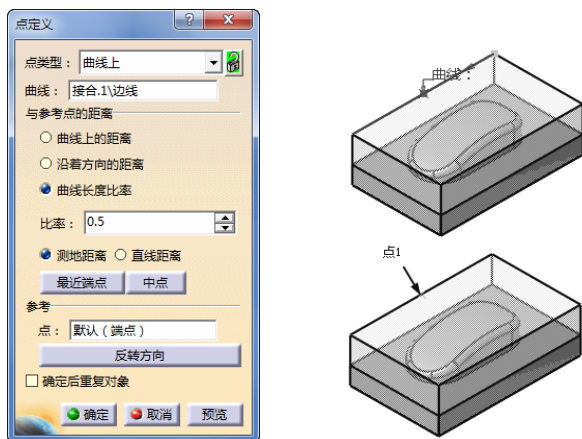

图 3-5 创建点 1 (1)
● 单击线框工具栏上的点按钮 ，弹出“点定义”对话框，选择“点类型”为“曲线上”，选择如图 3-5 所示的边线，单击“中点”按钮，然后单击“确定”按钮，创建点 1 (1)，如图 3-5 所示。